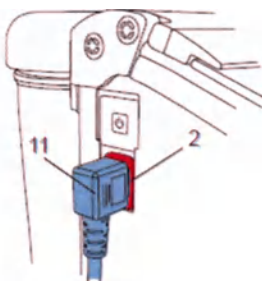

Рис.32
4. Подключение к электросети (рис.32):
- Вставьте сетевой кабель (11) в розетку прибора (2)